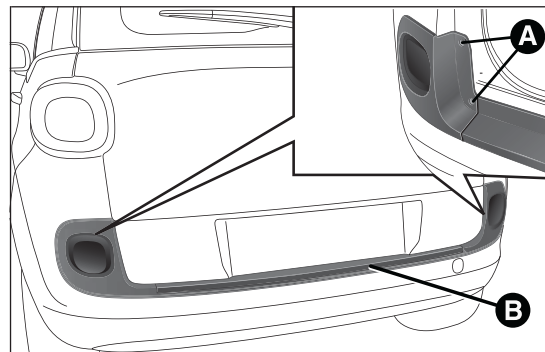

fig. 175
- ouvrir le coffre, déposer le cadre de finition, dévisser les quatre vis de fixation A fig. 175 et déposer le groupe optique B ;
- remonter correctement le groupe optique B fig. 175 en vissant les quatre vis de fixation A puis refermer le coffre.